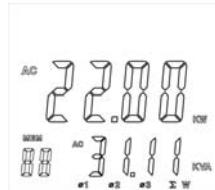
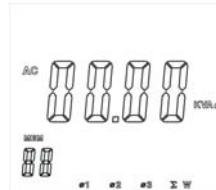

图13
图14
4. 记录完当前第三相功率值之后, 按下Σ键并保持1秒显示 "三相有功功率和" 和 "三相视在功率" 如图13: 如图14按▲键循环显示 "三相总有功功率+三相总无功功率" 和 "三相总功率因数+三相总视在功率"